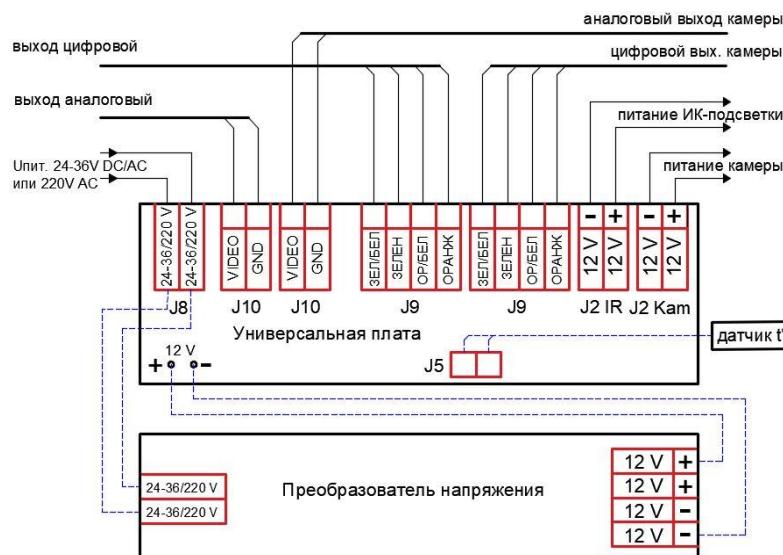
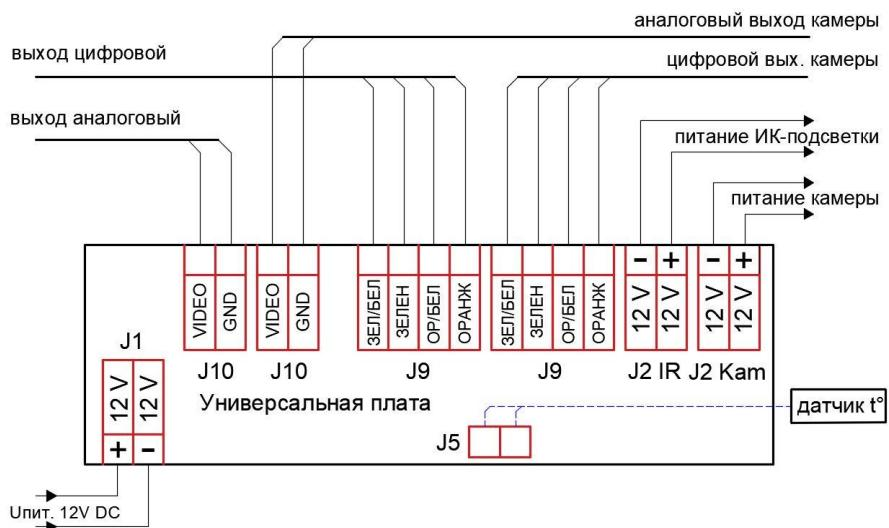

Рисунок 4.6 – Схема подключения термокожуха с напряжением питания 24–36 постоянного/переменного или 220 В переменного тока
Рисунок 4.7 – Схема подключения термокожуха с напряжением питания 12 В постоянного тока
4.6.7 Подключите видеокамеру к электронной плате согласно схеме подключения (рис. 4.6, рис.4.7);
4.6.8 Через кабельные вводы заведите питающий и сигнальный кабели, подключите к универсальной плате (рис. 4.6, рис.4.7);